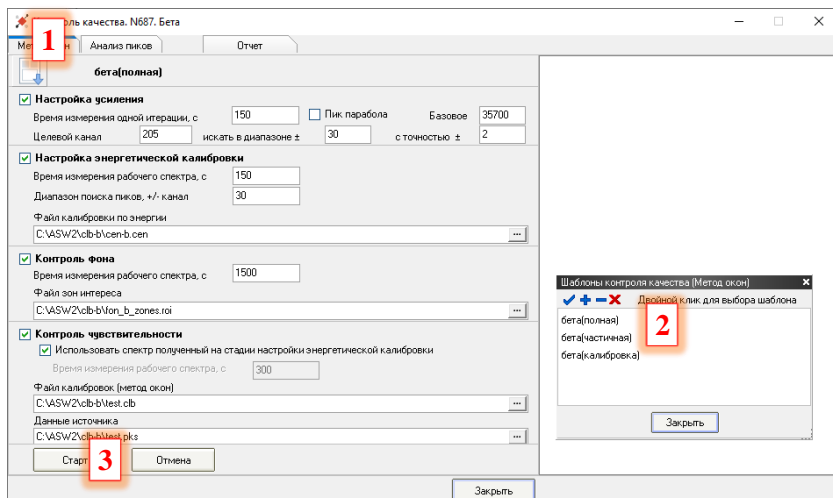

Рисунок 11. Меню процедуры «Контроль качества»: 1 – кнопка «Шаблоны контроля качества»; 2 – выбор шаблона контроля качества; 3 – кнопка «Старт».
- Нажать кнопку «Шаблоны контроля качества» (рисунок 11).